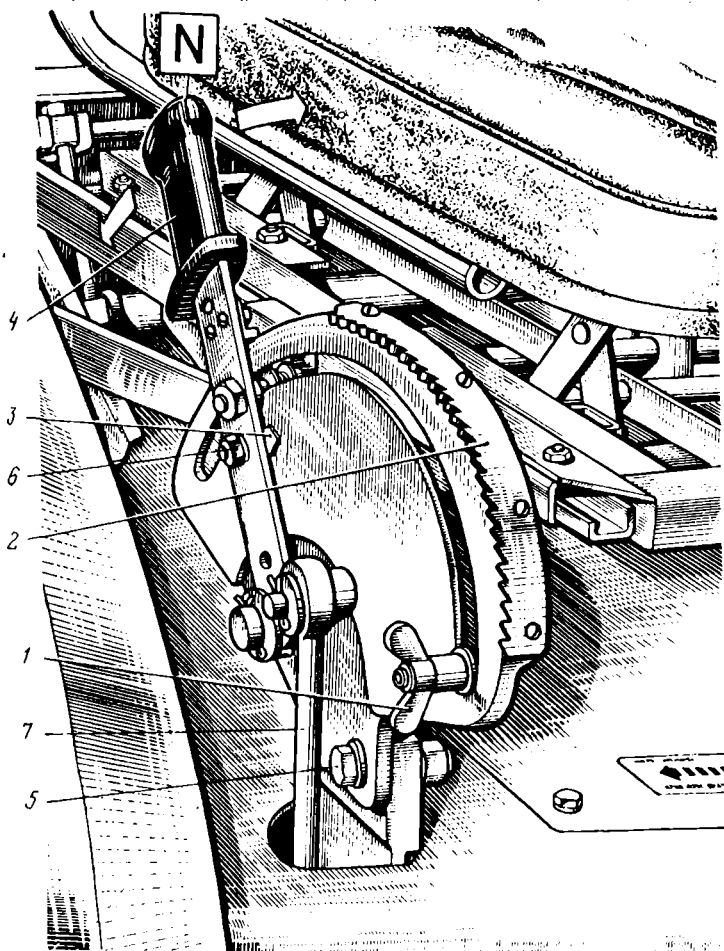
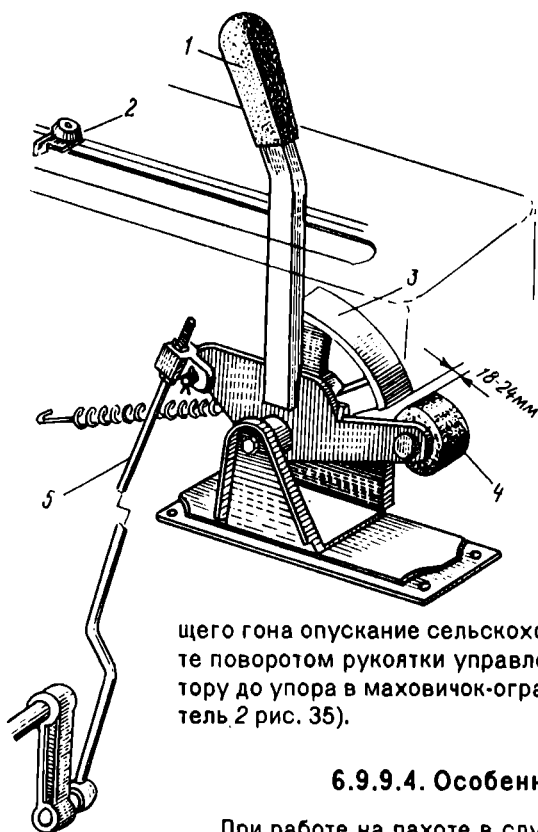

Рис. 34. Управление силовым (позиционным) регулятором (тракторов с серийной кабиной):
Рис. 35. Управление силовым (позиционным) регулятором (тракторов с унифицированной кабиной):
При работе трактора без гидроувеличителя рукоятку ГСВ 30 (см. рис. 7) установите в положение "ГСВ выключен", а рукоятку 34 управления силовым регулятором – на фиксатор 3 (см. рис. 34). Управление навесной системой осуществляйте рычагом 31 (см. рис. 7).
- а) установите рукоятку 34 (рис. 7) управления силовым регулятором на фиксатор 3 (см. рис. 34);
В начале гона опустите навесную сельскохозяйственную машину, повернув рукоятку управления регулятором 4 (рис. 34) вперед по зубчатому сектору (рычаг 1 рис. 35 для УК). Чем дальше вперед будет установлена рукоятка, тем больше глубина пахоты.
После настройки сельскохозяйственной машины на требуемую глубину маховичок-ограничитель 1 (рис. 34) (ограничитель 2 рис. 35) подведите по
В конце гона для выглубления плуга рукоятку управления регулятором установите в положение "подъем" - назад (по ходу трактора) до упора. После окончания подъема рукоятка должна автоматически, под действием пружины регулятора, возвратиться в положение "регулятор выключен" на фиксатор 3 (рис. 34, положение "N").
В начале каждого последующего гона опускание сельскохозяйственной машины производится поворотом рукоятки управления регулятором вперед по сектору до упора в маховичок-ограничитель 1 (рис. 34) (ограничитель 2 рис. 35).
При использовании позиционного способа регулирования регулятор гидросистемы обеспечивает установку рукояткой управления 4 (рис. 34, рычагом 1 рис. 35) желаемого положения сельскохозяйственной машины относительно остова трактора и автоматическое поддержание этого положения в работе.
Установите сельскохозяйственное орудие в требуемое рабочее положение. Опускание производите перемещением рукоятки 4 (рис. 34) управления регулятором вперед по сектору. Чем дальше "на себя" будет повернута рукоятка, тем выше должно подняться орудие. Допускается отсутствие подъема (опускания) при перемещении рукоятки управления на 2-3 зуба по сектору при изменении направления перемещения с подъема на опускание и наоборот.
а) переместите маховичок-ограничитель 1 (рис. 34) по прорези сектора вперед (по ходу трактора) до упора в край прорези;
На тракторе с унифицированной кабиной регулировку управления регулятором производите следующим образом (рис. 35):